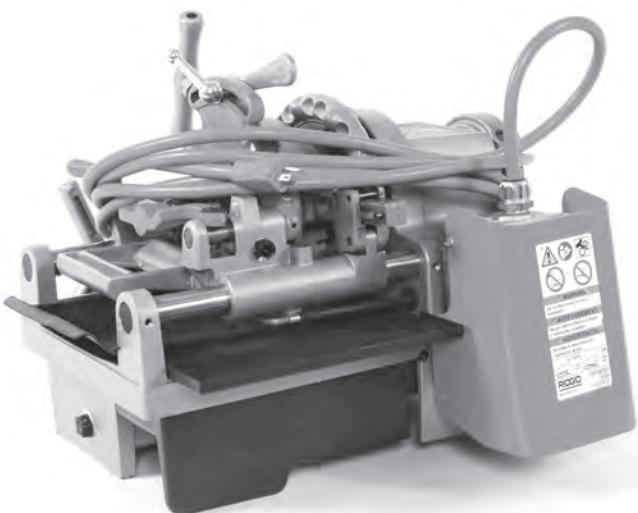

Figure 15 – Appareil prêt au transport
1. Assurez-vous que l'interrupteur Marche/Arrêt (I/O) est en position arrêt (O) et que le cordon d'alimentation est débranché.
4. Rembobinez le cordon d'alimentation et le flexible de la pédale de commande, puis accrochez-les sur l'enrouleur (*Figure 15*).